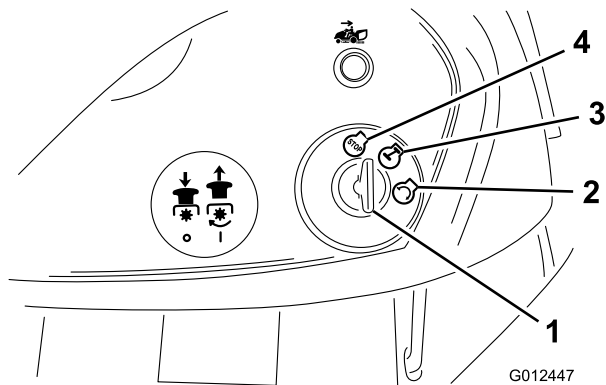

Figura 12
- Girate la chiave di accensione in senso orario e tenetela in posizione Start (Figura 12).
- Girate la chiave di accensione in posizione Off (Figura 12).